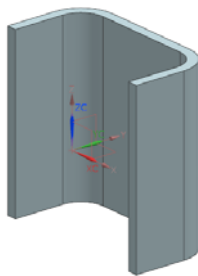

图 3-32 创建轮廓弯边特征示意图
(3) 在“轮廓弯边”对话框中，单击按钮，如图 3-32 所示。